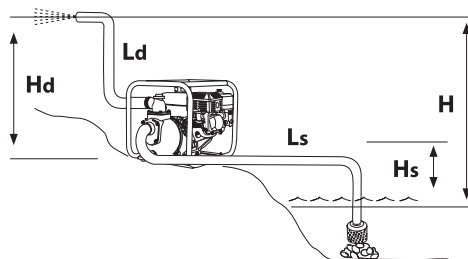

Рис. 2
- Высота H – расстояние от свободной поверхности воды до выходного сечения напорного рукава, измеренное по вертикали (рис. 2).